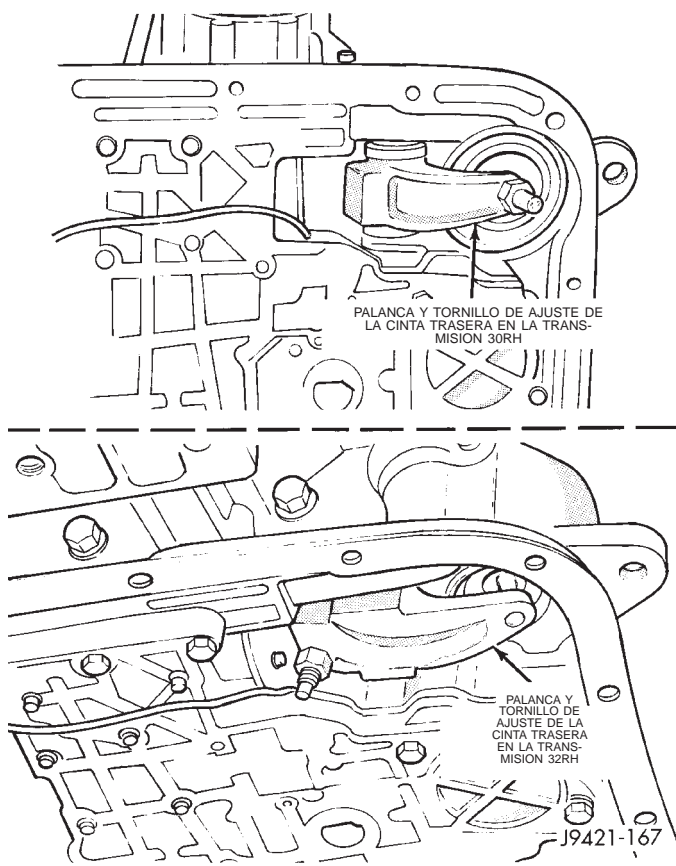

Fig. 184 Posición del tornillo de ajuste de la cinta trasera
(3) Afloje la contratuerca del tornillo de ajuste de la cinta de 5 a 6 vueltas. Asegúrese de que el tornillo de ajuste gire libremente en la palanca.
(4) Apriete el tornillo de ajuste con una torsión de 5 N·m (41 lbs. pulg.) (Fig. 184).
(5) Retroceda el tornillo de ajuste 7 vueltas.
(6) Sostenga el tornillo de ajuste en la posición y apriete la contratuerca con una torsión de 34 N·m (25 lbs. pie).
(7) Emplace la nueva junta en el colector de aceite e instale el colector en la transmisión. Apriete los pernos del colector con una torsión de 17 N·m (13 lbs. pie).
(8) Baje el vehículo y vuelva a llenar la transmisión con líquido Mopar® ATF Plus 3, Tipo 7176.